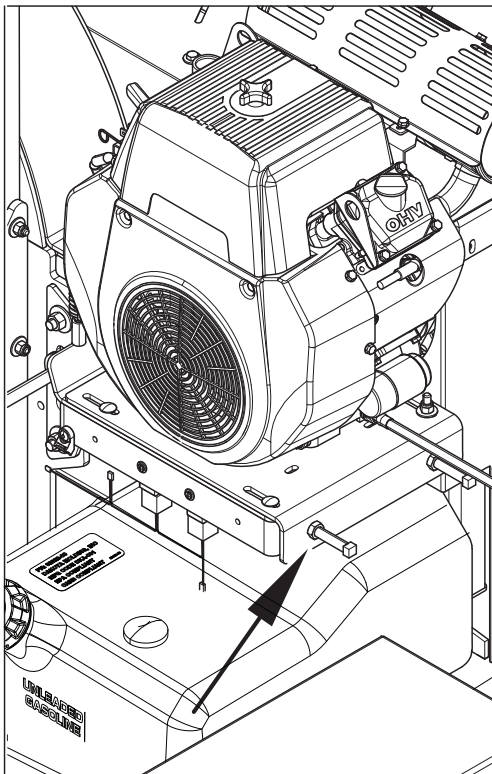

Figura 5.5, Pernos de tensionado
19. Instale la correa de accionamiento hidráulico sobre la bomba hidráulica (en el lado exterior de la polea loca) y sobre la polea de accionamiento del motor (figura 5.5).
4. Instale la correa de accionamiento hidráulico sobre la bomba hidráulica, en el lado exterior de la polea loca y sobre la polea de accionamiento del motor (figura 5.5).